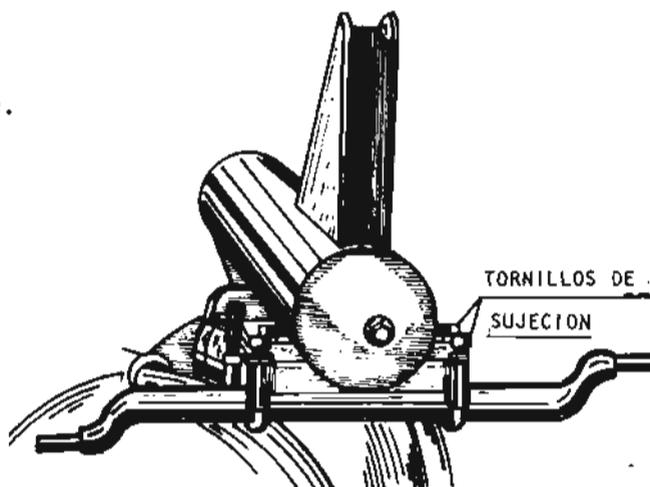

Fig. 2
- b Afloje los tornillos que fijan el eje transversal (fig. 2).